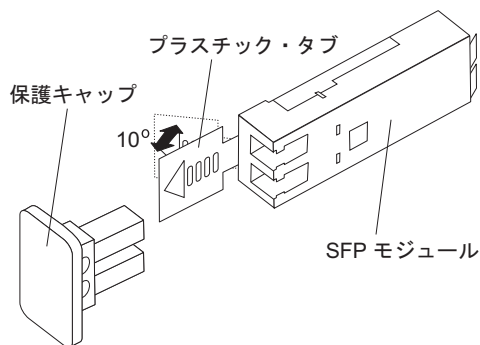

図 59. SFP モジュール・ラッチのアンロック - プラスチック・タブの場合
- プラスチック・タブが入っている SFP モジュールの場合は、図 59 に示されているように、プラスチック・タブを外側に 10° 引いて SFP モジュールのラッチをアンロックします。